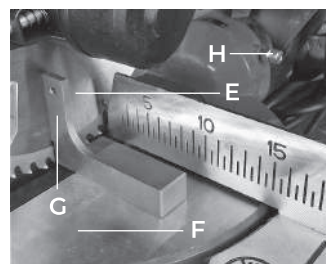

РИС. 11
3. Установите угольник 90° (G; не входит в комплектацию) между пильным диском Е и поворотным столом F (см. рис. 11).